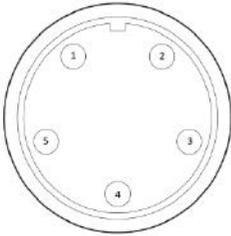

Рис. 7.5.1. Разъём 5-pin.
2. Подключите разъём управления педалью (см. рис. 7.5.1).